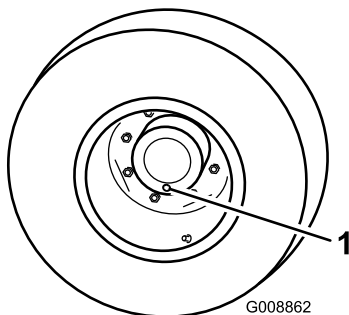

Figura 67
1. Con la máquina en una superficie nivelada, coloque una rueda de manera que uno de los tapones de verificación esté en la posición más baja (posición de las 6) (Figura 67).